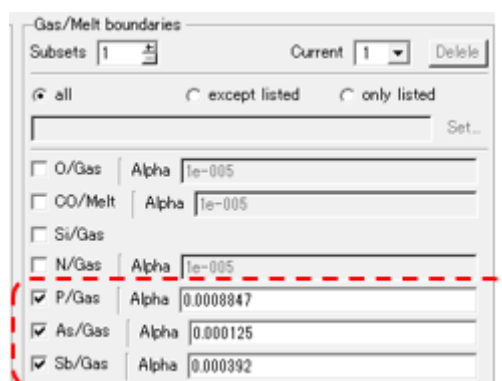

図 2. Cz-Silicon の蒸発モデル設定画面
- シリコン融液からのヒ素(As)、アンチモン(Sb)の蒸発モデルの追加 (図2)